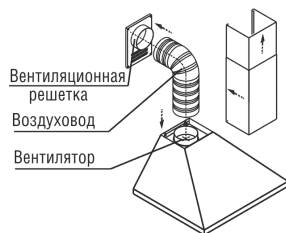

рис. 8
6.5 В зависимости от режима эксплуатации вытяжки соедините вентилятор (при помощи переходника) КВ «Оптима 50/60П(Н)-400-ПЗЛ», «Оптима 50/60П(Н)-400-КЗЛ» с вентиляционной решеткой воздуховодом (рис. 8) или установите на вентилятор угольные фильтры.
6.7 Установите фальштрубы (рис. 8, 9). Выдвиньте верхнюю фальштрубу, (рис. 11) и прикрепите ее самонарезающими винтами к кронштейну. На вытяжки «Оптима 50/60П(Н)-400-ПЗЛ», «Оптима 50/60П(Н)-400-КЗЛ», «Оптима Wood 60П-430-ПЗЛ» устанавливается только одна нижняя фальштруба.
- будьте осторожны при установке фальштруб (рис. 8), не повредите поверхность из нержавеющей стали. Их легко поцарапать.